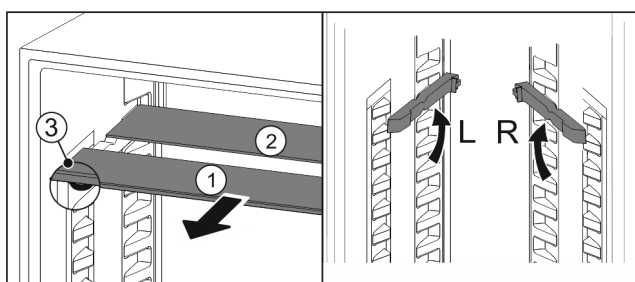

Fig. 58
- Trekk glassplatene enkeltvis fremover og ut Fig. 58 (1).
- Glassplate Fig. 58 (1) med pyntelist ligger foran.
- Stoppere Fig. 58 (3) peker nedover.